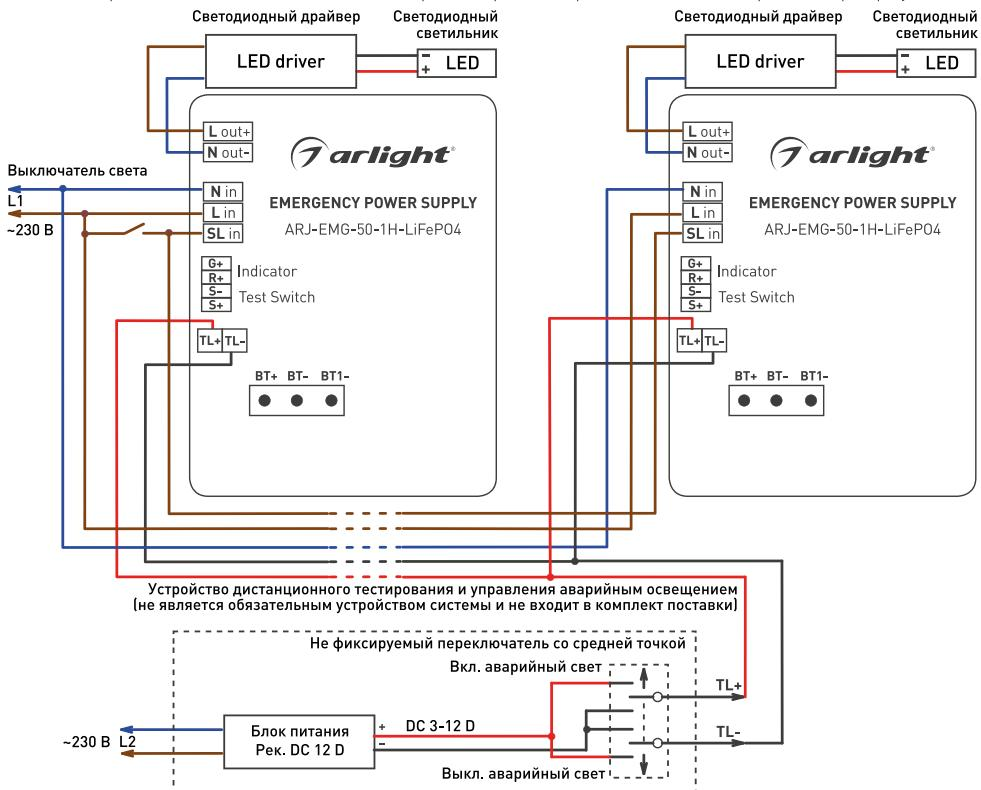

Рисунок 1. Стандартная схема подключения
- 3.4. Подключите провода, постоянно подключенные к сети: **L** [фаза] — коричневый провод, **N** [ноль] — синий провод. Смотрите рисунок 1.
Подключите провод, постоянно подключенный к сети: **L** [фаза] — коричневый провод через **Выключатель света** ко входу **Slin** источника питания. Смотрите рисунок 1.
Подключите входные провода источника питания светильника «Светодиодный драйвер» **N** [ноль], **L** [фаза] — коричневый провод. Смотрите рисунок 1.